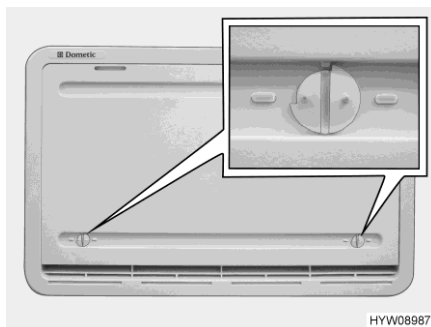

Bild 176 Vinterskydd
När kylskåpet ska vara i drift vid låga utetemperaturer, rekommenderar tillverkaren användning av ett vinterskydd (Bild 176) för kylskåpets ventilationsgaller.
- Öppna båda lås (Bild 176) (noten står horisontellt).